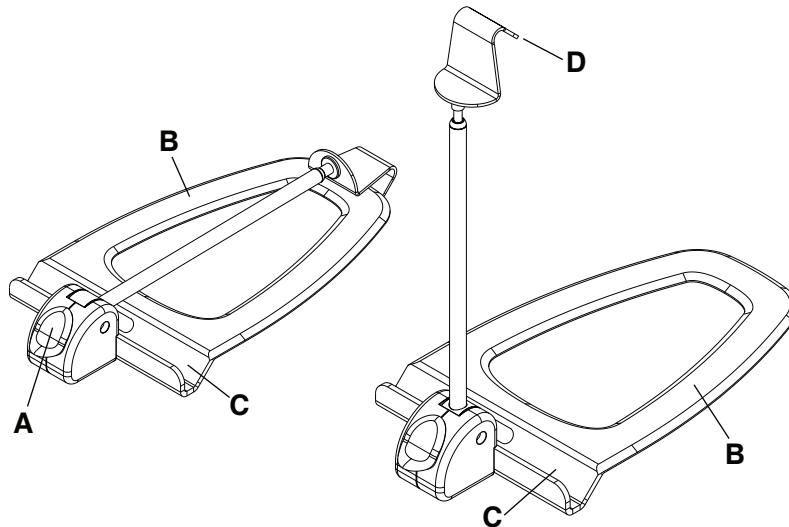

Figure 29 – Porte-cassette radio latéral
2. Appuyer sur le bouton de déblocage jaune (A) pour ouvrir le porte-cassette latéral (Figure 29).
3. Faire glisser la base plate (B) entre le matelas et la plate-forme patient.
5. Placer la cassette radio dans le canal de la cassette (C).
6. Tirer le crochet de la cassette (D) vers le haut pour ajuster la hauteur du bras pour qu'il soit bien ajusté au-dessus de la cassette radio et maintenir la cassette en place.